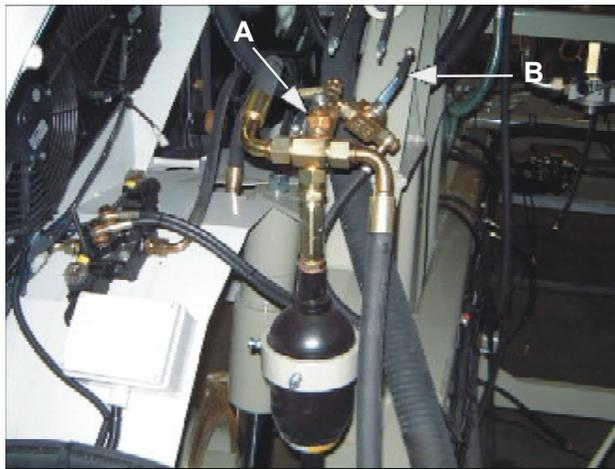
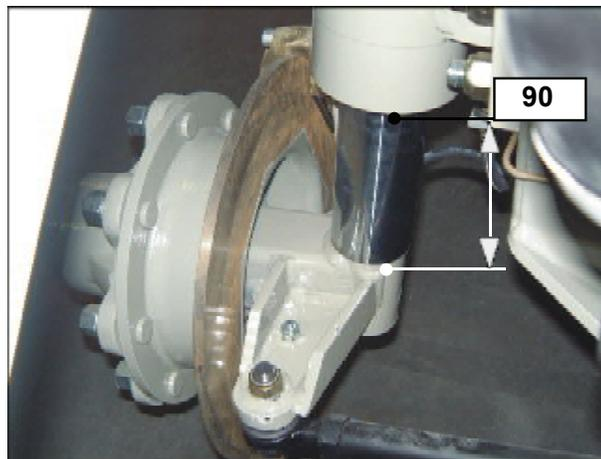
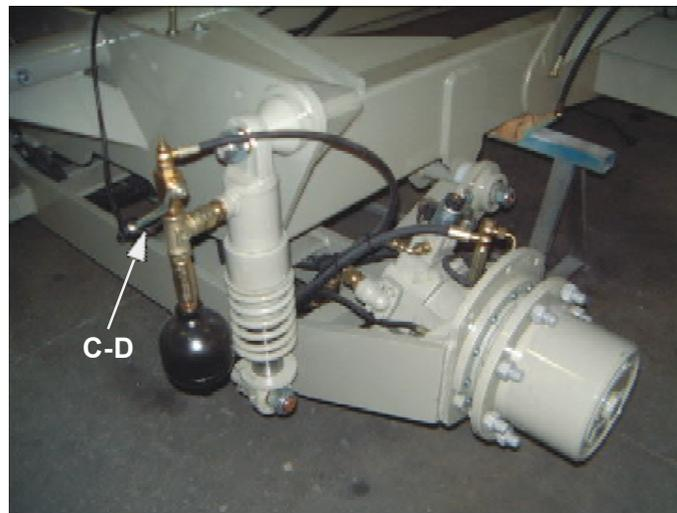
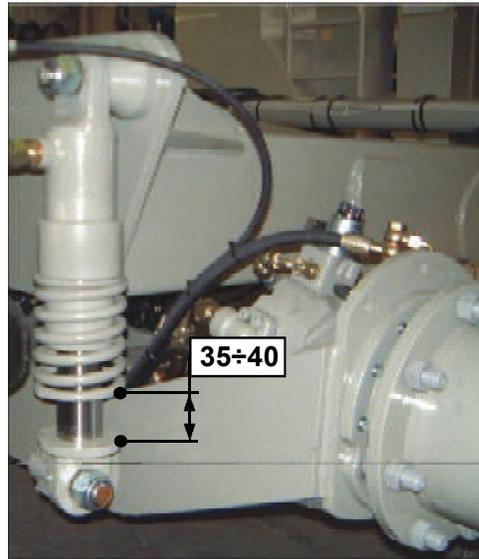

FIG. 19
FIG. 20
FIG. 21
FIG. 23
2. Ouvrir le robinet avant **A** (Voir fig.19) en enlevant la vis et la rondelle de sûreté ;
4. Amener les suspensions en position haute (Machine toute haute) et refermer le robinet avant **A** (Voir fig.19) ;
5. Éteindre le moteur et mettre à niveau (Voir fig.20) en ouvrant et en fermant le robinet **A** (Voir fig.19) ;
6. Après avoir terminé le réglage, refermer le robinet **A** (Voir fig.19) et remonter la vis et la rondelle de sûreté ;
2. Ouvrir les deux robinets arrière **C-D** (Voir fig. 21) et ensuite le robinet avant **B** (Voir fig.19) en enlevant les vis et les rondelles de sûreté ;
5. Amener les suspensions en position haute (Machine toute haute) et refermer le robinet avant **B** (Voir fig.19) ;
6. Éteindre le moteur et mettre à niveau (Voir fig. 23) en ouvrant et en fermant le robinet **B** (Voir fig. 19) ;
7. Après avoir terminé l'opération, refermer les deux robinets **C-D** (Voir fig. 21) et le robinet avant **B** (Voir fig. 19) et remonter les vis et les rondelles de sûreté ;